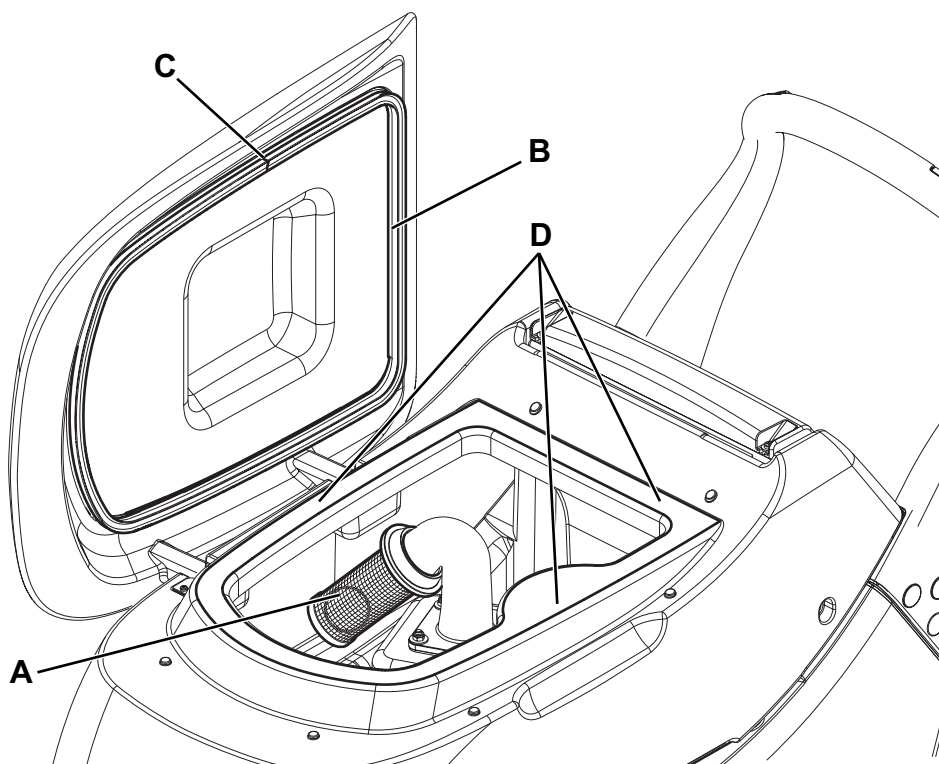

Abbildung 8
2. Sicherstellen, dass sich die Schalter (41 und 42) in der Position „0“ befinden, den Steckverbinder der Batterie (8) trennen.
3. Das Wasser aus den Tanks (15 und 16) durch das Ansaugrohr (11) und den Schlauch (12) ablassen.
4. Den Deckel (17) öffnen und den Deckel, die Tanks und das Ansauggitter (30) mit Frischwasser reinigen und waschen.
5. Falls erforderlich, das Gitter (A, Abb. 8) aushaken, sorgfältig reinigen und wieder installieren.
6. Auf die Unversehrtheit der Deckeldichtung (B) des Schmutzwassertanks prüfen.